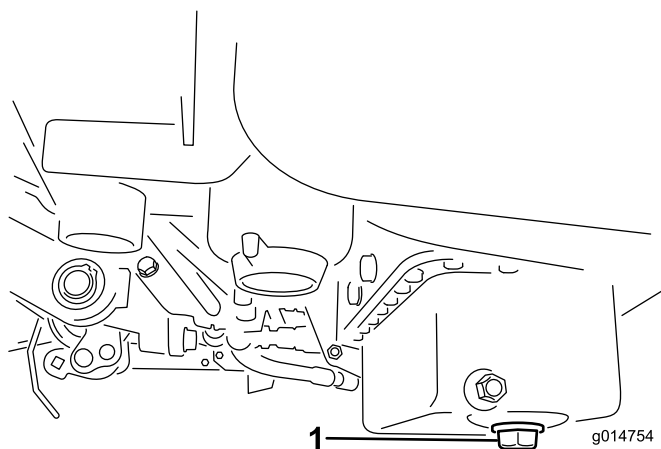

Bild 47
1. Entfernen Sie die Ablassschraube und lassen das Öl in ein Auffanggefäß ab. Schrauben Sie die Ablassschraube wieder ein, nachdem das Öl abgelaufen ist (Bild 47).